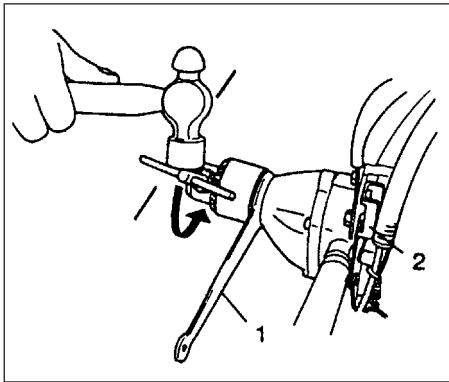

Fig. 2-6
• Setzen Sie zum festeren Einspannen des Spannfutters einen 19 mm-Schraubenschlüssel zwischen Getriebegehäuse und Bohrfutter an, um die Getriebewelle zu sichern. Betätigen Sie Sperrenhebel (2), und schlagen Sie zum Eindrehen (im Uhrzeigersinn) des Spannfutter danach mit einem Hammer auf den montierten Spannfuttergriff. (TED-270PFL/270PFLS/270PFDH/270PFDLS/270PFHS) (Fig. 2-6)